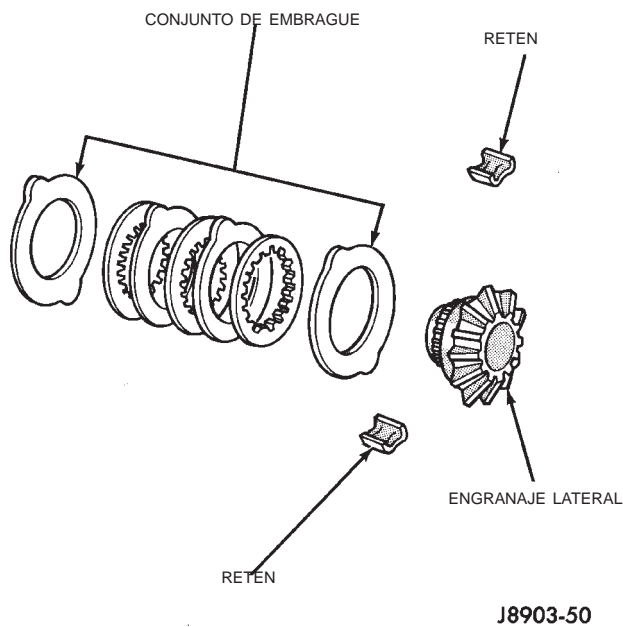

Fig. 73 Conjunto de disco de embrague
(1) Ensamble los discos de embrague en conjuntos y fije los conjuntos de discos con collarines de retención (Fig. 73).